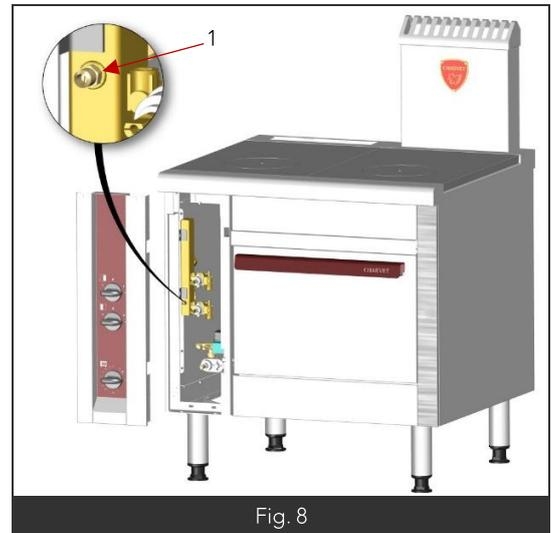

Fig. 8
- Appuyer à fond sur la manette et en même temps présenter une flamme d'allumage à proximité des orifices de veilleuse ou agir sur le bouton poussoir d'allumage (Fig8 Rep1) pour les appareils équipés de l'option.
- Chaque rampe de robinet dispose d'une prise de pression (Fig. 8. – Rep. 1). Dévisser la vis de prise de pression, y brancher le manomètre.